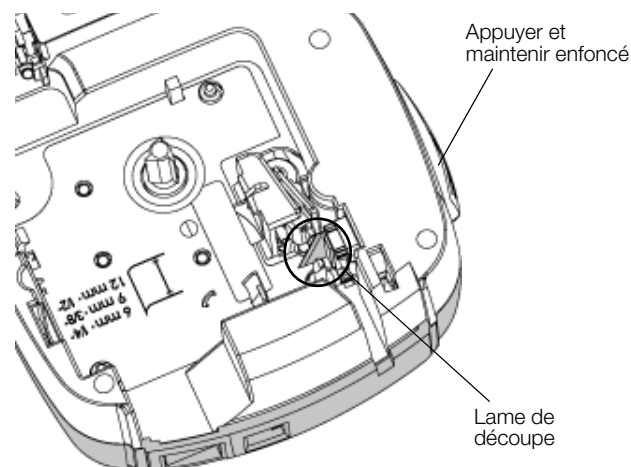

Figure 7
- 2 Appuyez sur le bouton de coupe et maintenez-le enfoncé pour exposer la lame. Voir la Figure 7.